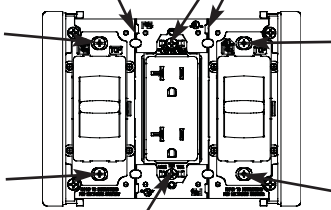

Figure 8 / Figura 8 / Figure 8
5. Wire the device per the manufacturer's instructions and install the devices in the wall box using the mounting screws provided (leave mounting screws "finger tight" at this point). (See Figure 8.)
5. Câbler le dispositif conformément aux instructions du fabricant et installer les dispositifs dans la boîte murale à l’aide des vis fournies (serrer les vis uniquement avec les doigts à ce stade). (Voir Figure 8.)